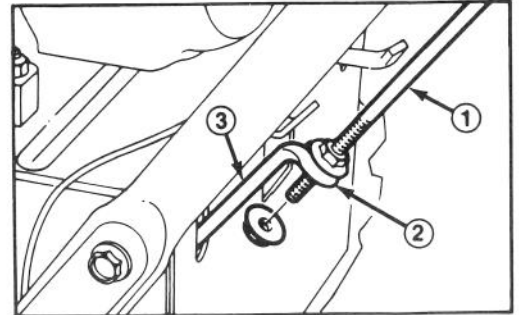

Abbildung 3
2. Antriebsstange durch Luppe in die untere Antriebsstange einstecken (Abb. 3).
3. Eine Bundmutter (Bundseite nach oben) auf das Ende des Antriebsgestänges zur Luppe in der unteren Antriebsstange anschrauben (Abb. 3).
6. Bundmuttern an der Antriebsstange (Abb. 3) festziehen, bis dieser Abstand erreicht ist.